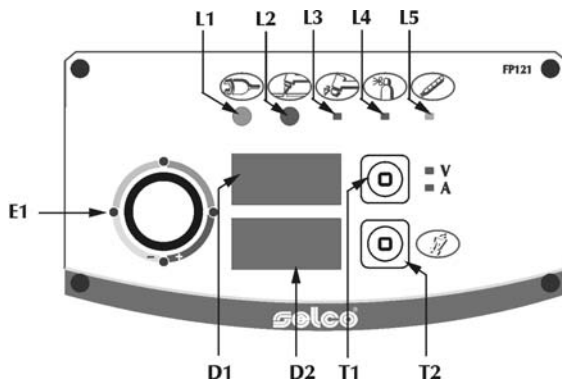

Fig.1
4.1 Pannello comandi frontale (Fig. 1)